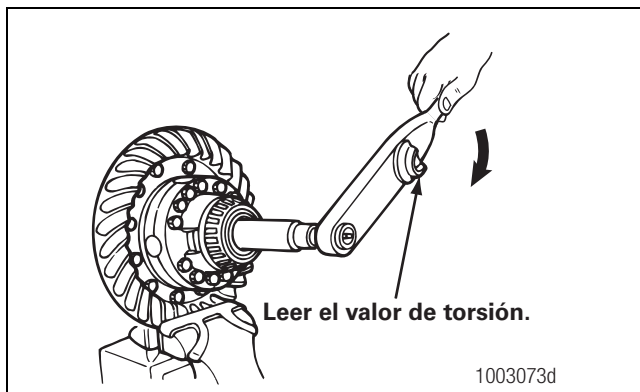

Figura 5.48
4. Coloque una llave de torsión sobre la tuerca de la herramienta y haga girar los engranajes del diferencial. Conforme giran los engranajes del diferencial, lea el valor que indica la llave de torsión. Figura 5.48.